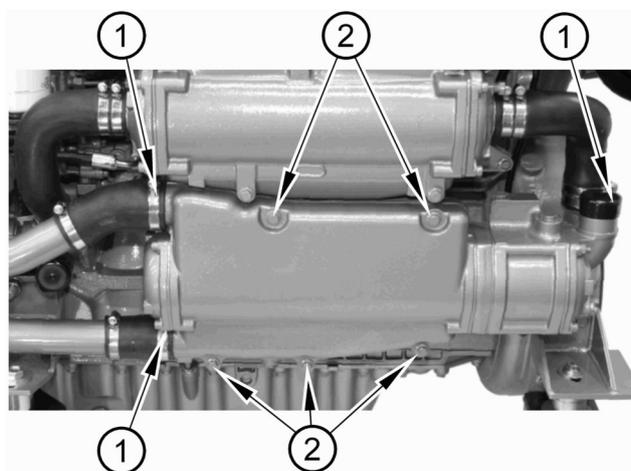

Figura 14
2. Svitare le fascette fermatubi (figura 14 voce 1).
3. Rimuovere i bulloni (figura 14 voce 2)